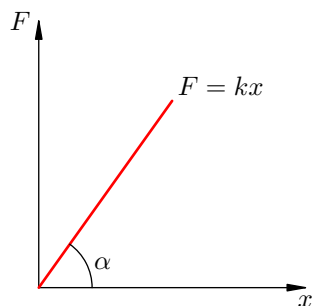

Рис. 1. Закон Гука
Из формулы (1) следует, что график зависимости силы упругости от (малой) деформации является прямой линией (рис. 1):
Подчеркнём ещё раз, что закон Гука о линейной зависимости силы упругости от величины деформации справедлив лишь при малых деформациях тела. Когда деформации перестают быть малыми, эта зависимость перестаёт быть линейной и приобретает более сложный вид. Соответственно, прямая линия на рис. 1 — это лишь небольшой начальный участок криволинейного графика, описывающего зависимость F от x при всех значениях деформации x .